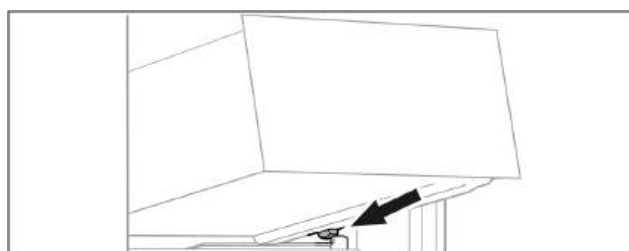

Fig. 76
- Schubfach schräg hinter den Stoppern auf Behälterrippe aufsetzen. (siehe Fig. 76)